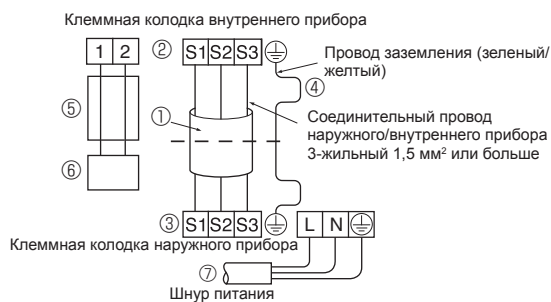

Fig. 7-4
- Выполните подсоединение, как показано на схеме внизу слева. (Кабель приобретается отдельно). (Fig. 7-4)